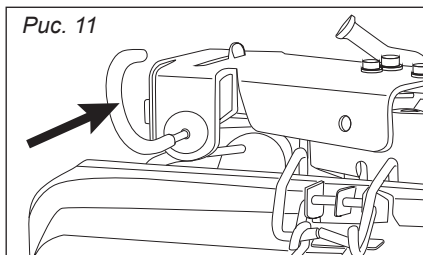

Рис. 11
- После запуска двигателя переведите рычаг воздушной заслонки в положение «Открыто» (рис. 11).